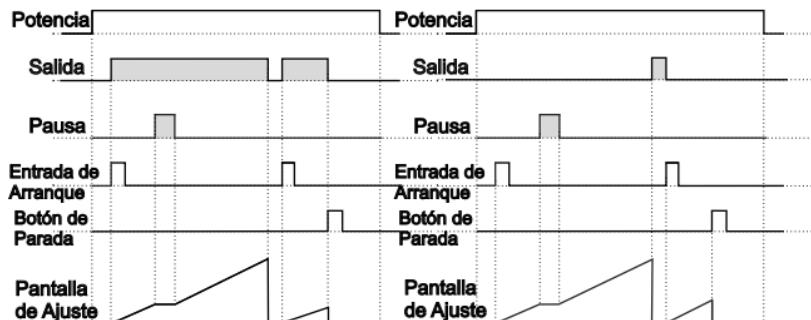

Figura 1.3
1.2.1 Si Conteo Ascendente $dEc\ddot{t} = 0$ y $but\ddot{F}$ es $o-n$, el diagrama de control se muestra la figura 1.3.